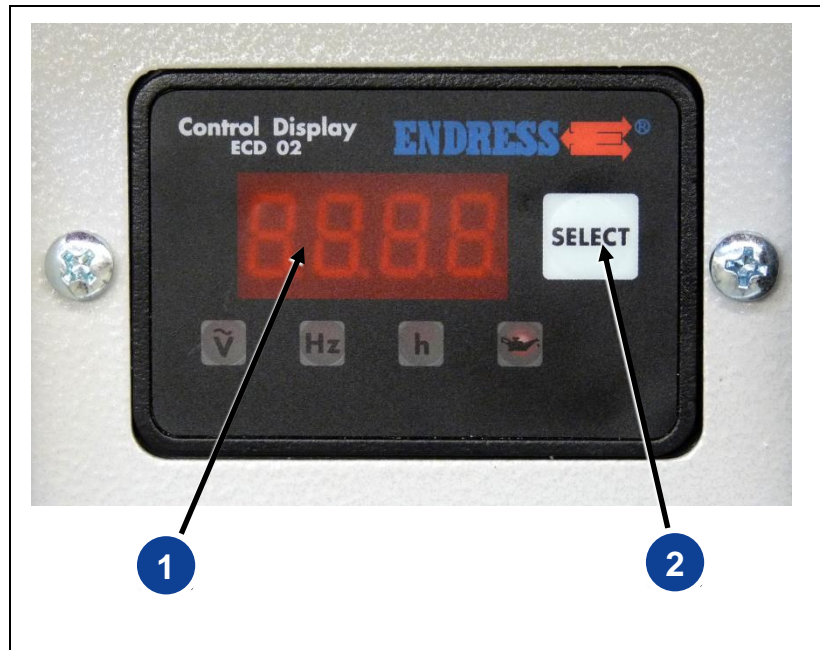

Abb. 4-10: Multifunktionsdisplay
Die Anzeige (siehe Abb. 4-10) ist bei laufendem Gerät aktiv.
1. Nach dem Starten des Stromerzeugers zeigt das Display (siehe Abb. 4-10-(1)) die aktuelle Spannung, angezeigt durch das leuchtende „V~“-Symbol für Volt.
2. Nach einmaligem Drücken des Tasters (siehe Abb. 4-10-(2)) wechselt das Display auf die aktuelle Frequenz, angezeigt durch das leuchtende „Hz“-Symbol für Hertz.
3. Nach einem weiteren Drücken des Tasters (siehe Abb. 4-10-(2)) wechselt das Display auf die Betriebsstunden, angezeigt durch das leuchtende „h“-Symbol für Stunden.
4. Nach einem weiteren Drücken des Tasters (siehe Abb. 4-10-(2)) wechselt das Display wieder auf die Anzeige der aktuellen Spannung in Volt und der Ablauf beginnt von vorn.